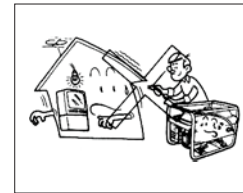

Fig. 3
- 1-3 No conectarlo en la red eléctrica de la casa (ver fig. 3)